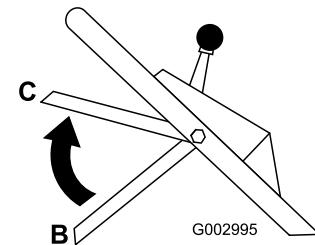

Figure 20
4. Ramenez la barre de commande à la position centrale, soit 12,7 cm (5") environ au-dessous de la barre transversale du guidon (position C de la Figure 20).
**Remarque:** Cette position intermédiaire (C) n'est pas la position normale de fonctionnement de la barre de commande. Toutefois, elle permet de détecter rapidement un système BBC défaillant
- Relâchez la barre de commande de la lame (position B de la Figure 20).